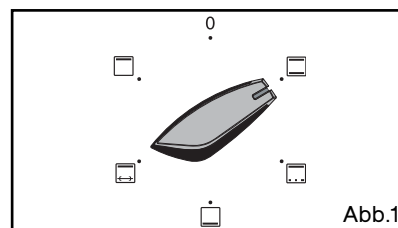

Abb.1
- Um die Stabilität zu erhöhen, den Ofen mit 2 Schrauben in den entsprechenden Bohrungen in den Seitenwänden des Möbels befestigen (Abb.1).
**DE 3 / BESCHREIBUNG DES GERÄTS****• BESCHREIBUNG DES ZUBEHÖRS****• Kippsicheres Rost (Abb. 1)**
Beispiel: Position „☐“ (Abb. 1).
Beispiel: Temperatureinstellung 210° (Abb. 1).
- b) Die Glasabdeckung entfernen (Abb. 1).